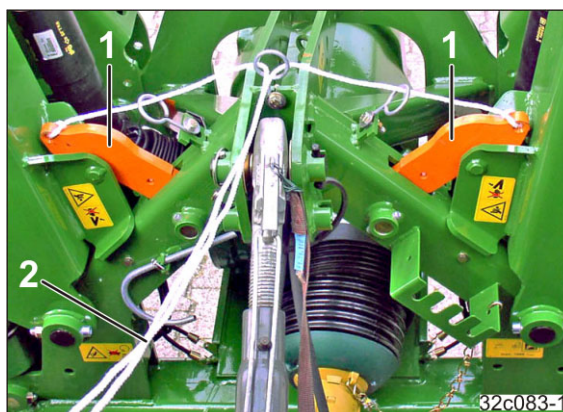

Fig. 107
2. Die Riegel (Fig. 107/1) durch Betätigen der Seile (Fig. 107/2) vom Traktorsitz aus öffnen.
4. Die inneren Tragarme verriegeln automatisch. Die Fixierung (Fig. 107/1) verhindert die Kollision der Verteilerköpfe beim Säschienebetrieb.